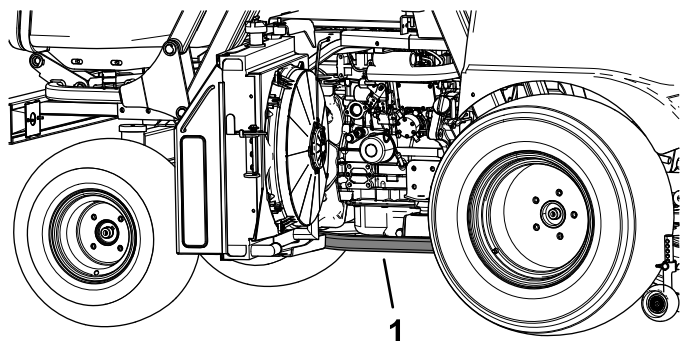
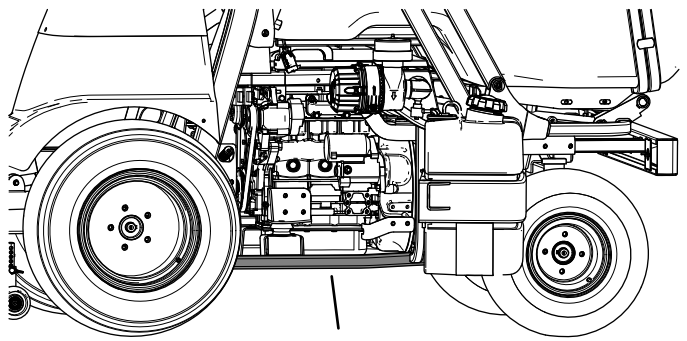

Figura 38
Figura 39
2. Coloque um apoio sob o tubo da estrutura (Figura 38 e Figura 39), diretamente sob o tubo do ROPS ou o mais perto possível.